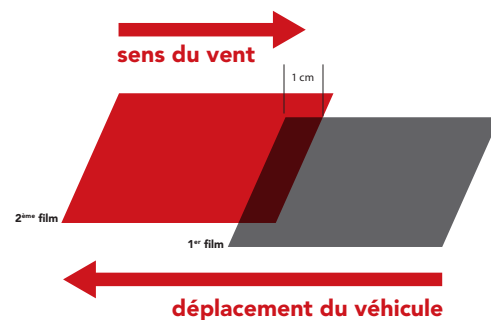

Figure 15
- Recouvrement vertical sur une surface mobile : la pose se faisant toujours de l'arrière vers l'avant du véhicule, le 2^{ème} film chevauchera le 1^{er}, etc. (FIG. 15)